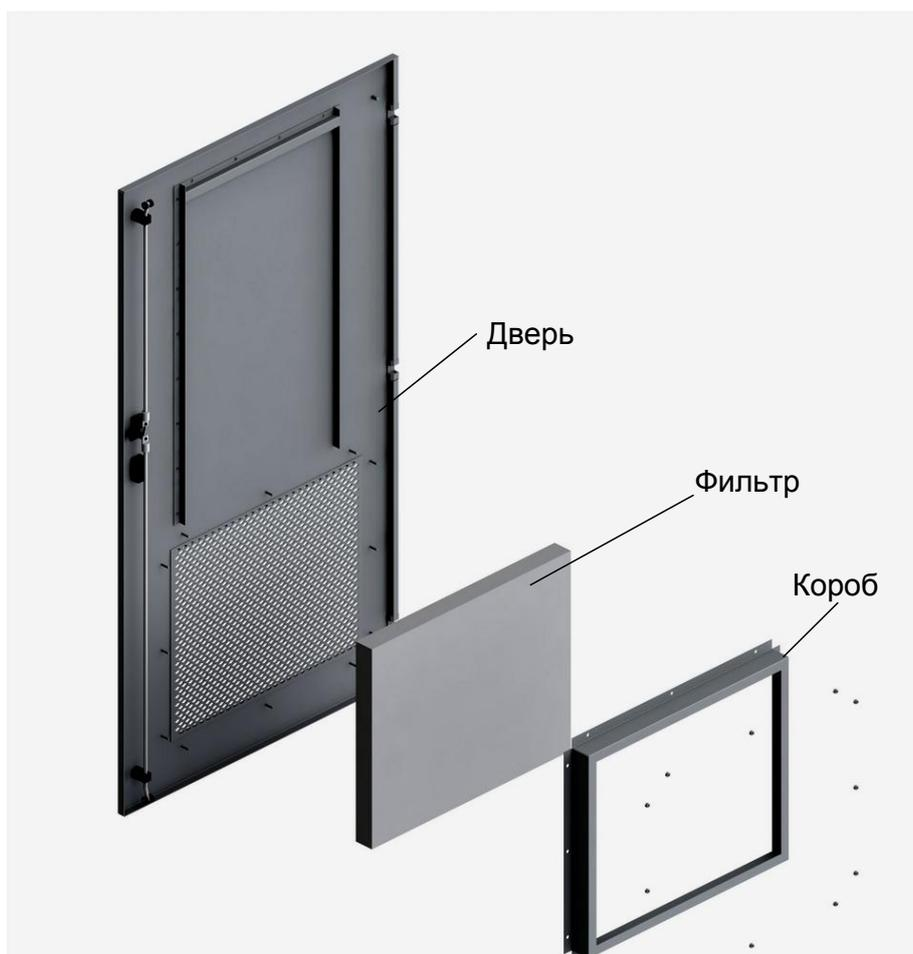

Рисунок 10.2 — Замена коробов с фильтрами
- при помощи шуруповёрта или гаечного ключа снять с дверей короба с фильтрами (рисунок 10.2);